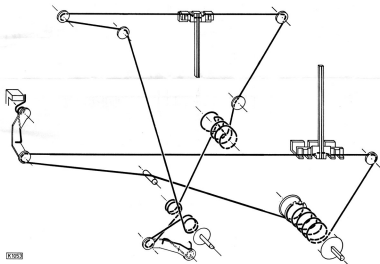

Fig. 1
3.2 Seilzüge nach Fig. 1 auflegen. Zum Auflegen des Seilzuges für die obere Skala (Länge ca. 0,6 m) muß der Seilzug für die untere Skala (Länge ca. 0,5 m) und der Reflektor abgenommen werden.
3.2 Place cable drives as shown in fig. 1. Before placing the drive cable for the upper dial (length approx. 0.6 m) it is requested to remove the drive cable for the lower dial (length approx. 0.5 m) and the reflector.